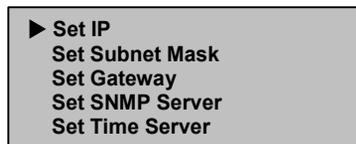

Figura 24: Set IP
5. Dal sottomenu Ethernet scorrere fino Set IP (Imposta IP). Vedere la Figura 24.
5. Dal sottomenu Ethernet scorrere fino Set Subnet Mask (Imposta subnet mask). Vedere la Figura 24.
Vedere la Figura 24.
5. Dal sottomenu Ethernet scorrere fino Set SNMP Server (Imposta server SNMP). Vedere la Figura 24.